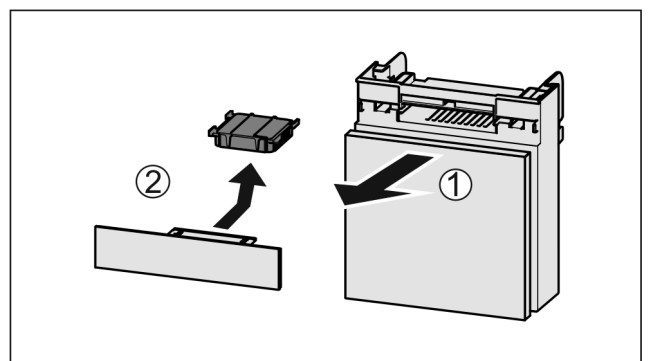

Fig. 88
- ▶ Fach nach vorne herausziehen *Fig. 88 (1)*.
- ▶ Aktivkohlefilter entnehmen *Fig. 88 (2)*.